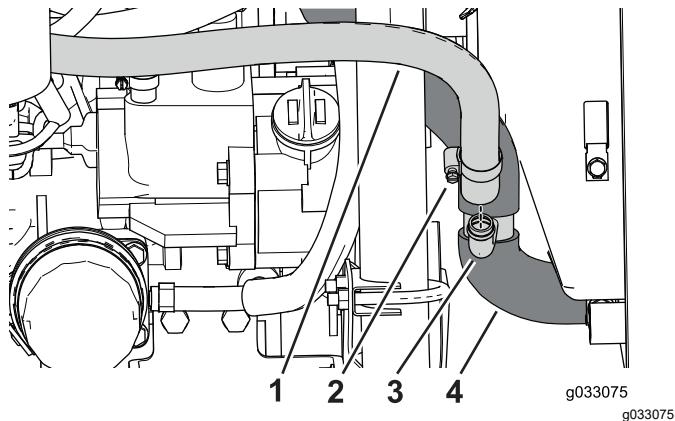
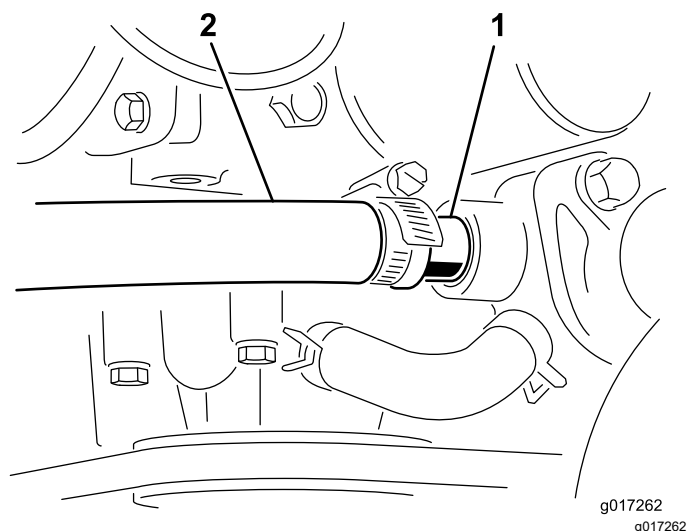

図 22
図 26
9. T-字フィッティングを取り付けるバード鋸歯を 図 22 のように下に向けること。
12. 短い方のヒーターホースをニップルに取り付け、ホースクランプ1"で固定する 図 26。
11. 付属品のニップル⅝"のねじ山部分にテフロンテープを巻き、左側のスイッチが取り付けられていた場所に取り付ける。短い方のヒーターホースをニップルに取り付け、ホースクランプ1"で固定する 図 26。
2. エンジンカバーを開け、ヒーターのフィッティング 図 22と図 26、電気系統のプラグ 図 19、ウォッシャーのホースを外す。